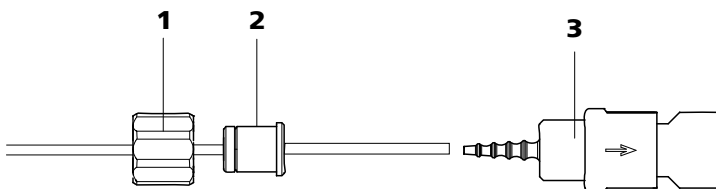

图30 安装带过滤器的泵管接口
- **情况 A: 带过滤器** 6.2744.180 (参见图30, 第44页)